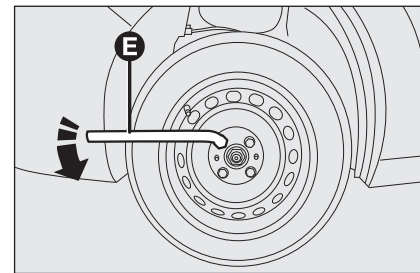

fig. 5
- allentare di circa un giro i bulloni di fissaggio della ruota da sostituire con la chiave in dotazione **E-fig. 5**;